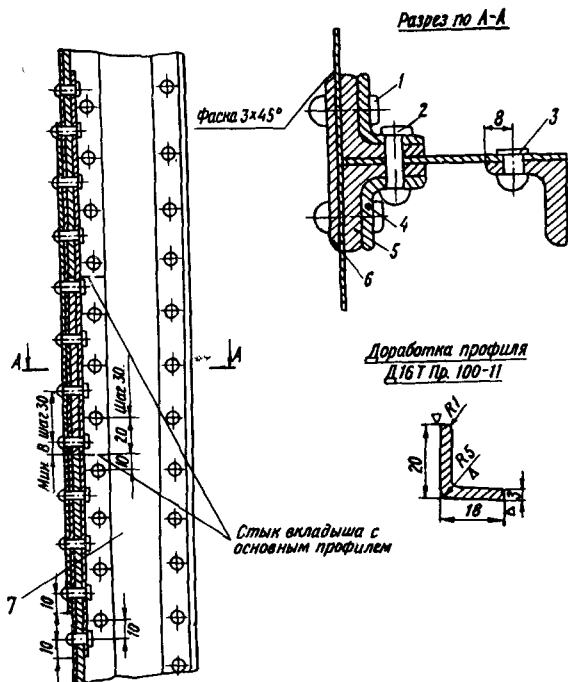
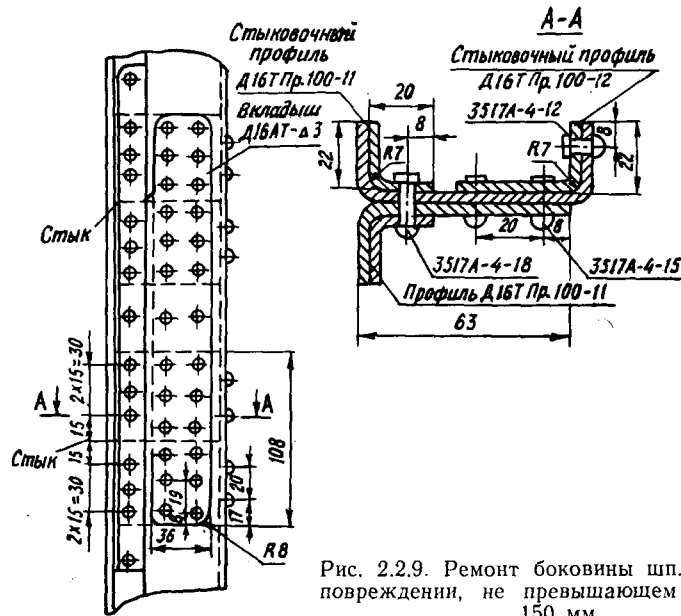
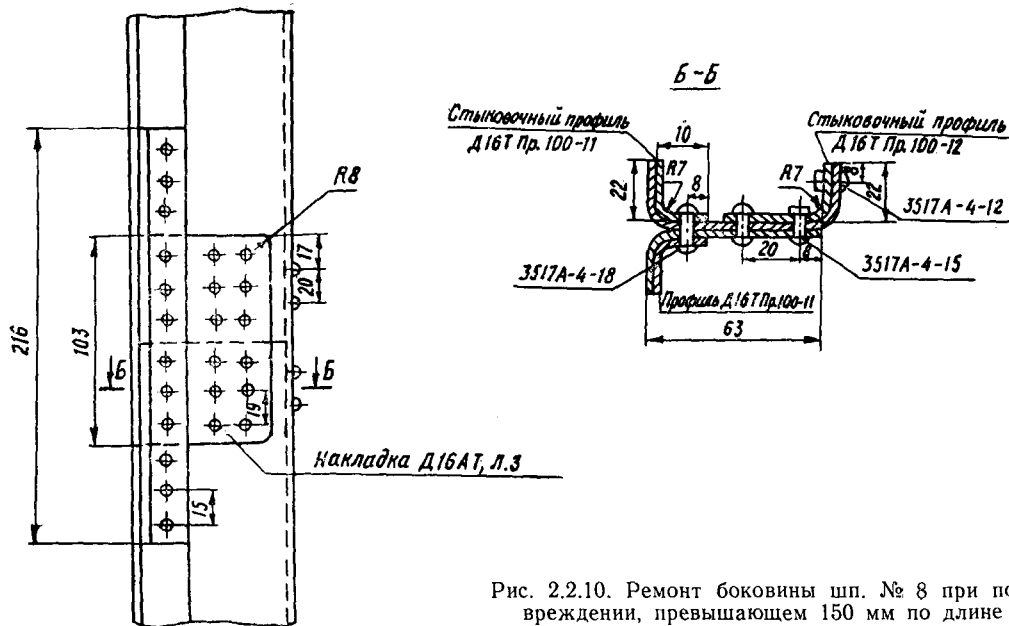
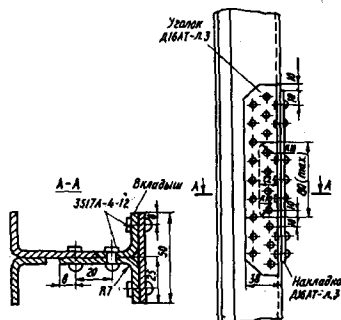

Рис. 2.2.8. Ремонт боковины шп. № 6:
Рис. 2.2.9. Ремонт боковины шп. № 8 при повреждении, не превышающем по длине 150 мм
Рис. 2.2.10. Ремонт боковины шп. № 8 при повреждении, превышающем 150 мм по длине
Рис. 2.2.11. Ремонт внутреннего бортика боковины шп. № 8, не превышающее по длине 80 мм
<p>3.2.4.5. Изготовьте усиливающий уголок из материала Д16АТ-л.2,5 размерами 35×35 мм, длиной 800 мм и подгоните по месту (рис. 2.2.7).</p> <p>3.2.4.6. Установите усиливающий уголок на место. Просверлите отверстия Ø 3,6 и 4,1 мм с использованием старых отверстий и прикрепляйте на заклепки согласно рис. 2.2.7.</p> <p>3.2.4.7. Просверлите отверстия в усиливающем уголке, используя старые отверстия в обшивке диаметром 8 мм.</p> <p>3.2.4.8. Подберите болты вместо снятых (3016А-8-20 — 6 шт, 3016А-8-22 — 11 шт, 3016А-8-24 — 2 шт, 3016А-8-30 — 2 шт.) длиннее на 2,5 мм или изготовьте новые. Установите ухо на место. Установите болты, шайбы и затяните гайки.</p> <p>3.2.4.9. Закерните болты согласно прил. 1 к настоящему выпуску и смонтируйте на место остальные снятые детали.</p> <p>3.3. Отремонтируйте шп. № 6.</p> <p>3.3.1. Повреждение наружных боковин шпангоута.</p> <p>3.3.1.1. Расклепайте обшивку и вырежьте поврежденный участок наружной боковины шпангоута. В случае повреждения более 50 % длины боковины шпангоута составную часть полностью замените новой.</p> <p>3.3.1.2. Изготовьте новый участок боковины шпангоута (вкладыш) из профиля Д16ТПр100-15 по длине вырезанного, подгоните и приторщуйте.</p> <p>3.3.1.3. Изготовьте два профиля из уголка Д16ТПр100-11 и подгоните по внутренней полости боковин шпангоутов. Длина профиля должна быть длиннее вкладыша на 100 мм на сторону.</p> <p>3.3.1.4. Изготовьте внешнюю накладку из материала Д16АТ-Л3 шириной 50 мм и длиной на 100 мм больше длины вкладыша на сторону. Снимите со всех сторон фаску 3×45°.</p> <p>3.3.1.5. Установите участок шпангоута, профили и накладку на место, просверлите отверстия Ø 4,1 и 5,2 мм с использованием старых отверстий и прикрепляйте на заклепки согласно рис. 2.2.8. Полки внутренних профилей, перпендикулярные обшивке, клепайте заклепками не менее четырех на сторону (см. рис. 2.2.8, III).</p>
<p>Примечание. При отсутствии заклепок соответствующего диаметра, длины и материала разрешается ставить болты 3003А диаметром 5 мм. Посадка болтов должна быть плотной.</p> <p>3.3.2. Поврежденные верхние полки верхнего набора шп. № 6, воспринимающие значительные усилия от крыла (при любом виде повреждения), полностью замените на новые.</p> <p>3.3.3. Повреждение внутренних полок шпангоута. Вырежьте поврежденный участок. Установите вкладыш из профиля Д16ТПр100-15. С другой стороны установите профиль Д16ТПр100-15 и приклепайте к внутренней полке внешнюю накладку из материала Д16АТ толщиной 3 мм, как показано на рис. 2.2.8, I Доп 5</p> <p>Накладка и профиль должны перекрывать основной профиль на участке не менее 80 мм.</p> <p>3.3.4. Повреждение стенки боковин шпангоута. 3.3.4.1. Высверлите заклепки в шпангоуте в месте повреждения и вырежьте поврежденную стенку. Стык стенки шпангоута располагайте на расстоянии не менее 250 мм от конца вкладыша или стыка полок шпангоута. 3.3.4.2. Изготовьте новый участок стенки из материала Д16АТ-Л2 и две накладки из материала Д16АТ-Л2, размером 65×110 мм, с подсечкой одной стороны 3×16 мм (см. рис. 2.2.8), и подгоните по месту. 3.3.4.3. Установите новый участок и накладки на место, просверлите отверстия \varnothing 3,6 и 5,2 мм и приклепайте на заклепки согласно рис. 2.2.8, II.</p> <p>3.4. Отремонтируйте шп. № 8. 3.4.1. Отремонтируйте повреждение боковины шпангоута, не превышающее 150 мм. 3.4.1.1. Вырежьте поврежденный участок. 3.4.1.2. Изготовьте вкладыш боковины шпангоута из материала Д16АТ-Л3 и подгоните по месту. 3.4.1.3. Изготовьте накладку из материала Д16АТ-Л3 размером 258×80×3 мм. Доработайте его согласно рис. 2.2.9. Накладка одновременно служит</p>
<p>заполнителем профиля, приклепанного к боковине шпангоута на длине установки вкладыша боковины шпангоута.</p> <p>3.4.1.4. Изготовьте стыковочный профиль из профиля Д16ТПр100-12 длиной 258 мм, плотно подгоните его по внутренней полости вкладыша и боковины шпангоута (см. рис. 2.2.9).</p> <p>3.4.1.5. Изготовьте два стыковочных профиля из профиля Д16ТПр100-11 длиной 258 мм и 318 мм, плотно подгоните по внутренней полости вкладыша и боковины шпангоута (см. рис. 2.2.9).</p> <p>3.4.1.6. Установите на место вкладыши, накладку, профили, просверлите отверстия $\varnothing 4,1$ мм и приклепайте на заклепки (см. рис. 2.2.9).</p> <p>3.4.2. Повреждение боковины шпангоута, превышающее 150 мм.</p> <p>3.4.2.1. Вырежьте поврежденный участок боковины шпангоута.</p> <p>Примечание. При повреждении более 50 % длины боковины шпангоута замените составную часть.</p> <p>3.4.2.2. Изготовьте новый участок боковины шпангоута (вкладыш) и подгоните его по месту.</p> <p>3.4.2.3. Изготовьте две накладки из материала Д16АТ-Л3 размером $108 \times 80 \times 3$ мм и подгоните по местам стыков согласно рис. 2.2.10.</p> <p>3.4.2.4. Изготовьте два стыковочных профиля из профиля Д16ТПр100-12 длиной по 108 мм и стыковочные профили из профиля Д16ТПр100-11 длиной по 108 мм — 2 шт. и длиной 216 мм — 2 шт. и подгоните их по внутренней полости боковины шпангоута (см. рис. 2.2.10).</p> <p>3.4.2.5. Установите на место участок боковины шпангоута накладки стыковочные профили, просверлите отверстия $\varnothing 4,1$ мм и приклепайте на заклепки (см. рис. 2.2.10).</p> <p>3.4.3. Отремонтируйте повреждение внутреннего бортика шпангоута, не превышающее 80 мм.</p> <p>3.4.3.1. Вырежьте поврежденное место размером не более 80 мм по длине и 22 мм по горизонтали от края внутреннего бортика боковины шпангоута. Углы скруглите радиусом 10 мм (рис. 2.2.11).</p>
3.4.3.2. Вырежьте заготовку вкладыша из материала Д16АТ-Л3 размером $80 \times 47 \times 3$ мм и изготовьте вкладыш, подгоните его по месту согласно рис. 2.2.11.
3.4.3.3. Из заготовки материала Д16АТ-Л3 размером $200 \times 57 \times 3$ мм изготовьте уголок и подгоните его по месту (см. рис. 2.2.11).
3.4.3.5. Установите на место вкладыш, уголок и накладку, просверлите отверстия $\varnothing 4,1$ мм и приклепайте на заклепки согласно рис. 2.2.11.